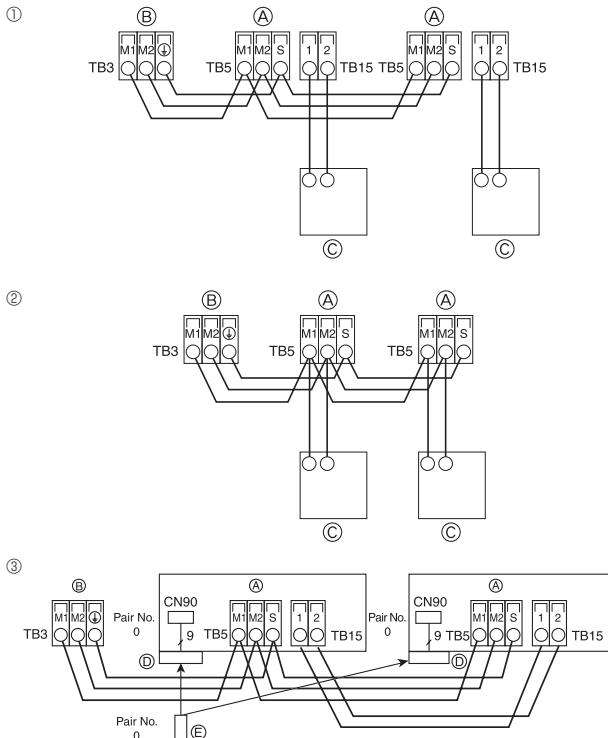
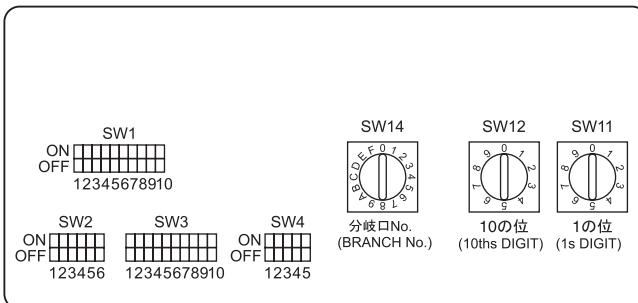

Fig. 4-5
Fig. 4-6
4.4. Raccordement des câbles de la commande à distance et des câbles de transmission intérieurs et extérieurs (Fig. 4-5)
- ① Commande à distance MA
- ② Commande à distance M-NET
- ③ Télécommande sans fil (lors de l'installation d'un récepteur de signaux sans fil)
4.5. Configuration des adresses (Fig. 4-6)